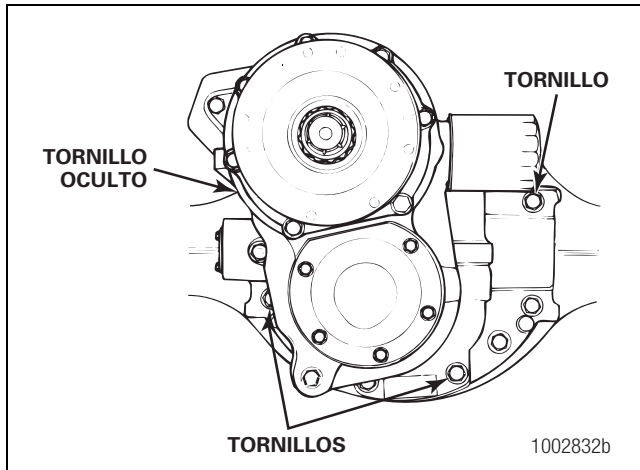

Figura 5.115
10. Con cuidado empuje el portadiferencial a su posición. En forma alternada, apriete los cuatro tornillos dos o tres vueltas. Figura 5.115.